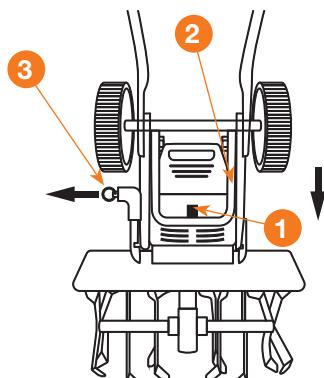

Рис. 21
2. Для перевода колес из рабочего режима в транспортировочный, нажмите на кнопку блокировки ①, опустите колесную раму ② в нижнее положение и зафиксируйте её, оттянув стопорное кольцо ③ (Рис. 21).